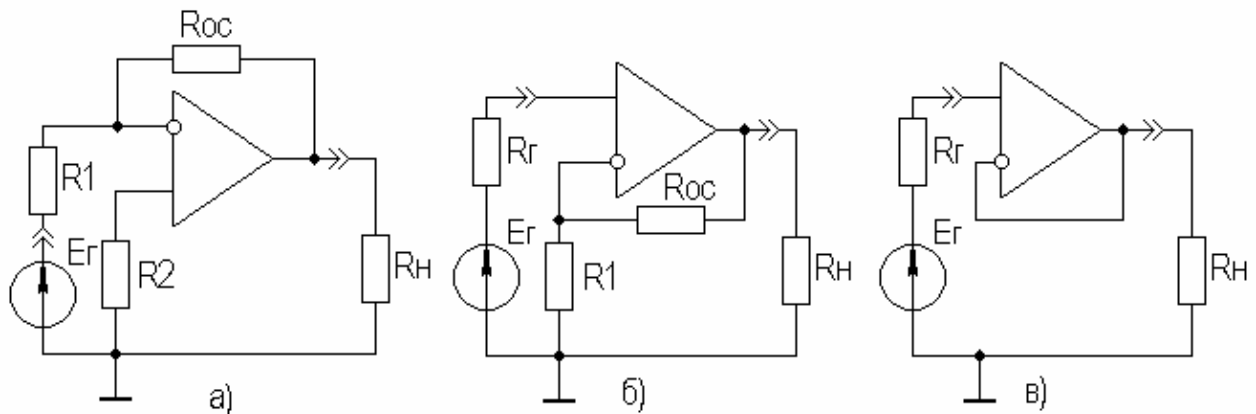

Рисунок 3.21 – Схемы каскадов на ОУ
Теоретические сведения об ОУ содержатся в учебном пособии [1, с.106-123]. Итак, коэффициент усиления **инвертирующего усилителя** (рисунок 3.21, а) равен:
В усилителе на реальном ОУ на выходе усилителя при  $U_{\text{вх}} = 0$  всегда будет присутствовать напряжение ошибки  $U_{\text{ош}}$ , порождаемое  $U_{\text{см}}$  и  $\Delta I_{\text{вх}}$ . С целью снижения  $U_{\text{ош}}$  стремятся выровнять эквиваленты резисторов, подключенных к входам ОУ, т.е. взять  $R_2 = R_1 \parallel R_{\text{ос}}$  (см. рисунок 3.21, а). При выполнении этого условия для  $K_{U\text{ инв}} > 10$  можно записать:
**1. Исследование характеристик инвертирующего усилителя.** Рассчитать параметры цепи ОС из условия получения  $K_{U_{инв}}=10$  и  $R_{ВХинв}=10$  кОм. Снять АЧХ каскада при  $R_n=2$  кОм и  $C_n=100$  пФ, определить  $K_{U_{инв}}$  и  $f_{Винв}$ . Увеличить на порядок  $R_n$ , снять АЧХ, определить  $K_{U_{инв}}$  и  $f_{Винв}$ , вернуть  $R_n$  исходный номинал. Увеличить на порядок  $C_n$ , снять АЧХ, определить  $K_{U_{инв}}$  и  $f_{Винв}$ , вернуть  $C_n$  исходный номинал. Распечатать кривые АЧХ, поместив их на одном поле графика. Пользуясь методикой работы №3, определить  $R_{ВХинв}$  и  $R_{ВЫХинв}$ . Поместить измеренные  $K_{U_{инв}}$ ,  $f_{Винв}$ ,  $R_{ВХинв}$  и  $R_{ВЫХинв}$  в таблицу. Рассчитать и измерить  $U_{ОШинв}$ . Измерение проводить при наличии и отсутствии резистора  $R_2$  (рисунок 3.21, а). Результаты измерений поместить в таблицу. Провести аналогичные измерения для инвертирующего повторителя.
**2. Исследование характеристик неинвертирующего усилителя.** Рассчитать параметры цепи ОС из условия получения  $K_{U_{неинв}}=10$  и  $R_1=10$  кОм (рисунок 3.21, б). Снять АЧХ каскада при  $R_n=2$  кОм и  $C_n=100$  пФ, определить  $K_{U_{неинв}}$  и  $f_{Внеинв}$ . Увеличить на порядок  $R_n$ , снять АЧХ, определить  $K_{U_{неинв}}$  и  $f_{Внеинв}$ , вернуть  $R_n$  исходный номинал. Увеличить на порядок  $C_n$ , снять АЧХ, определить  $K_{U_{неинв}}$  и  $f_{Внеинв}$ , вернуть  $C_n$  исходный номинал. Распечатать кривые АЧХ, поместив их на одном поле графика. Пользуясь методикой работы №3, определить  $R_{ВХнеинв}$  и  $R_{ВЫХнеинв}$ . Поместить измеренные  $K_{U_{неинв}}$ ,  $f_{Внеинв}$ ,  $R_{ВХнеинв}$  и  $R_{ВЫХнеинв}$  в таблицу. Рассчитать и измерить  $U_{ОШнеинв}$ . Измерение проводить при наличии и отсутствии резистора  $R_T$  (рисунок 3.21, б). Результаты измерений поместить в таблицу. Провести аналогичные измерения для неинвертирующего повторителя (рисунок 3.21, в).